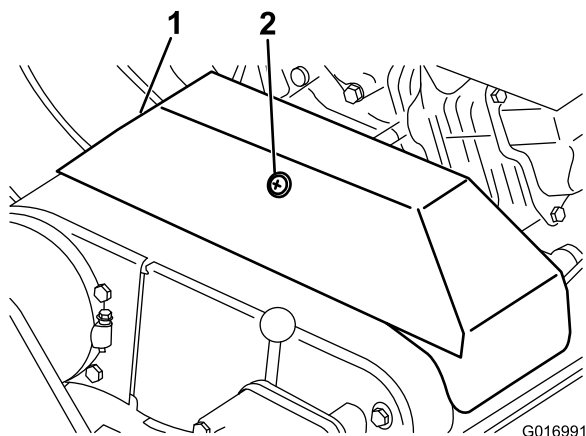

Bild 40
2. Lösen Sie den Halter, mit dem die Treibriemenabdeckung befestigt ist. Drehen Sie die Abdeckung, um sie zu öffnen (Bild 40).